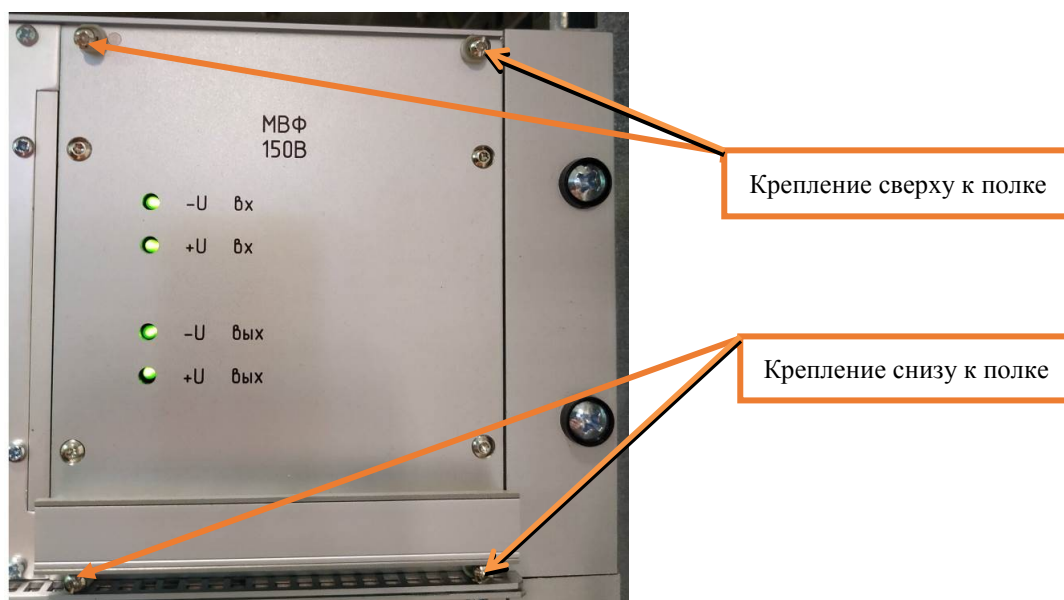

Рисунок 35. Крепление модуля МВФ 110В (МВФ 150В).
7.11.3 Отвернуть невыпадающие винты крепления в верхней и нижней части лицевой панели модуля МВФ 110В (МВФ 150В) (Рисунок 35).